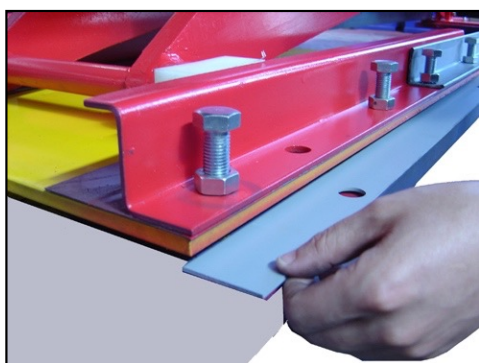

Figura 18
- Colocar um calço (figura 18).